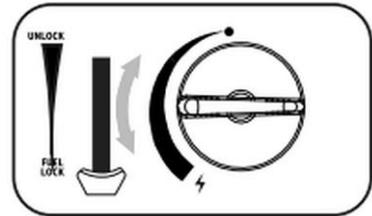

Fig. 10
3. Una vez encendido el quemador, coloque la muletilla (17) en posición deseada. (Fig. 10).